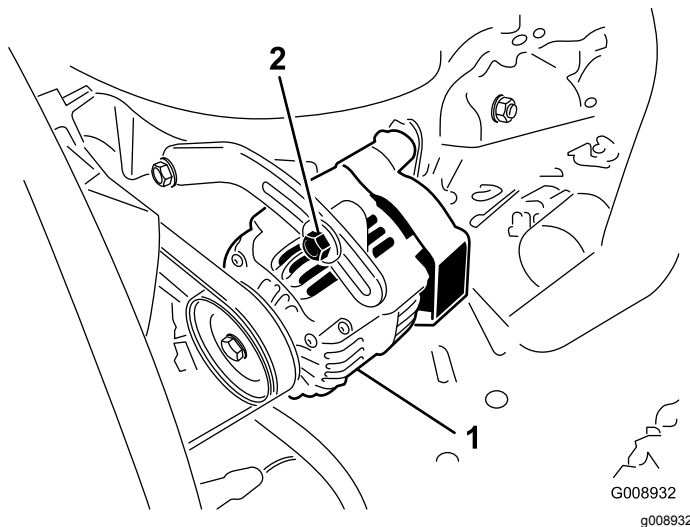

Рисунок 59
Через каждые 100 часов работы проверяйте состояние и натяжение ремней (Рисунок 59).
2. Если прогиб не равен 10 мм, ослабьте болты крепления генератора (Рисунок 59).